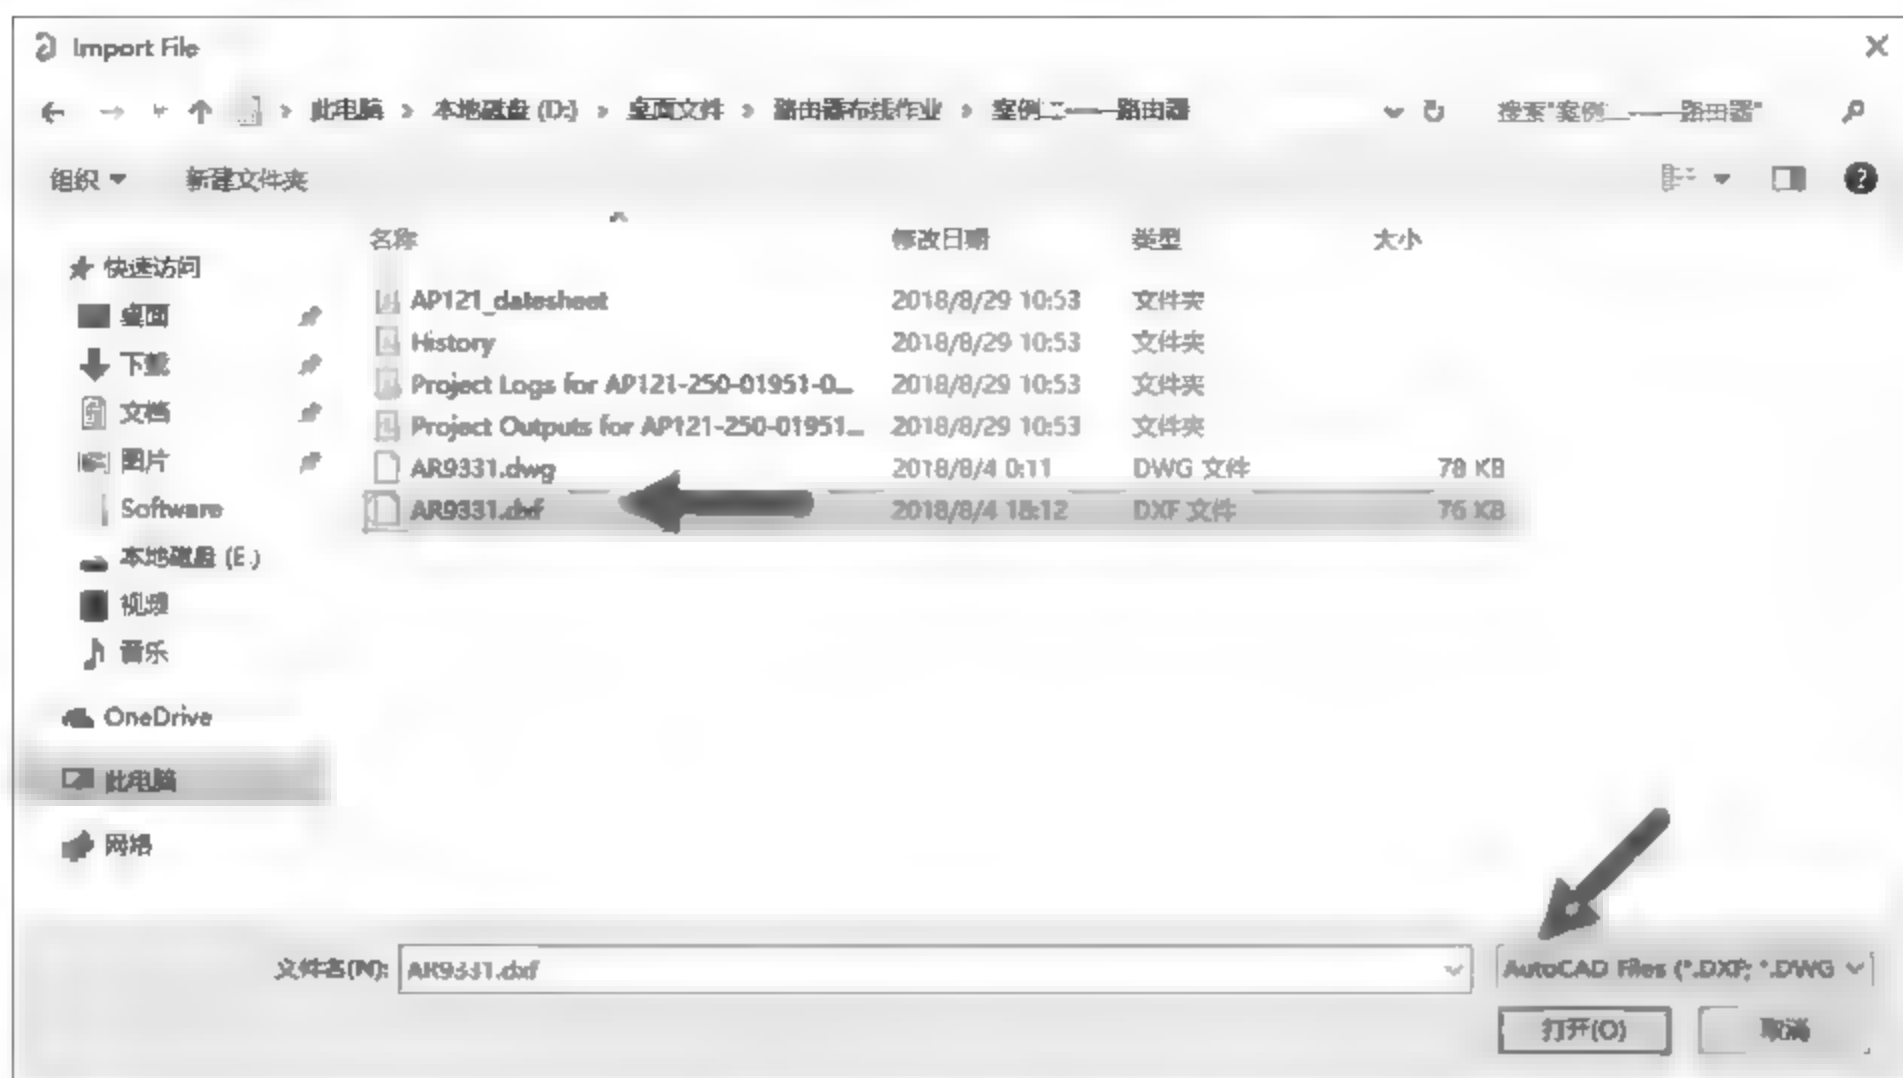

图 5-15 选择 DXF 文件
(1) 新建一个 PCB 文件, 然后将其打开, 执行菜单栏中“文件”→“导入”→DWG/DXF 命令, 在弹出的 Import File 对话框中选择需要导入的 DXF 文件, 单击“打开”按钮, 如图 5-15 所示。